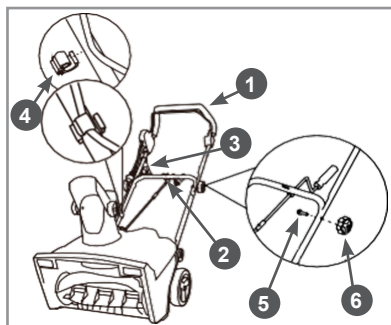

Рис. 3 Установка рукоятки управления
2. Наденьте на рукоятку управления кронштейн кабеля удлинителя так, как показано на Рис. 3.
3. Установите рукоятку управления на верхнюю стойку. Совместите отверстия в рукоятке 1 и верхней стойке 2, вставьте в полученные отверстия винты 5 и закрутите барашковые гайки 6 (Рис. 3). Установите зажим шнура питания так, как показано на Рис. 3.